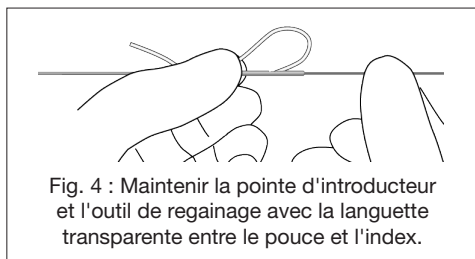

Fig. 4 : Maintenir la pointe d'introducteur et l'outil de regainage avec la languette transparente entre le pouce et l'index.
3. Saisir l'extrémité distale de l'outil de regainage entre le pouce et l'index gauches. Saisir la languette transparente située près de l'extrémité proximale de la gaine d'introduction à l'aide du pouce et de l'index droits. (Voir figure 4). Tirer délicatement sur cette languette dans la direction opposée de l'outil de regainage, à un angle de 45 degrés, afin de débloquer le microcoil. Continuer à tirer sur la languette jusqu'à exposer 1,3 à 2,5 cm supplémentaires du matériau translucide.
4. Plier délicatement la languette translucide vers l'extrémité distale et saisir fermement l'extrémité distale de l'outil de regainage et la languette translucide entre le pouce et l'index, comme illustré à la figure 4.